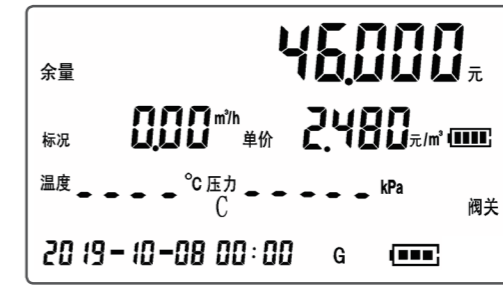

图 23
6.1.11 与流量计通信失败，温度压力值用“-”填充，第一屏界面如图 23 所示